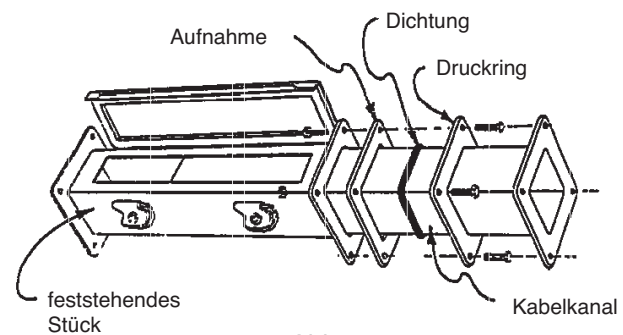

Abb. 2
II. Zusammenbau: Die meisten Kabelkanäle werden montiert, indem eine Dichtung zwischen den Flanschen platziert wird und diese dann mit Schrauben und Mutter wie in Abb. 2 gezeigt zusammengefügt werden.
1. Montieren Sie den Druckring, die Dichtung und die Aufnahme wie in Abb. 2 gezeigt auf dem Kanalstück.